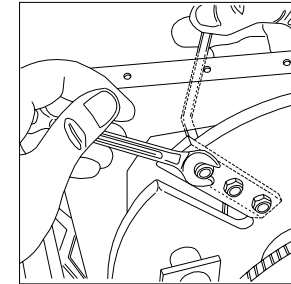

Fig. 12
- Placer les clés dans les deux ouvertures (fig. 12) et enlever la lame .